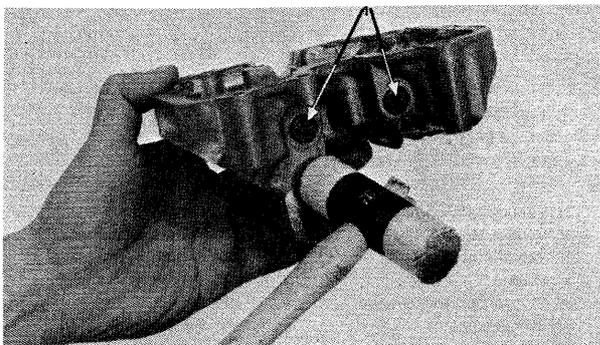

Bild 38
- Die Kipphebelwellen («1» in Bild 38) mit einem Plastikhammer aus dem Deckel klopfen.